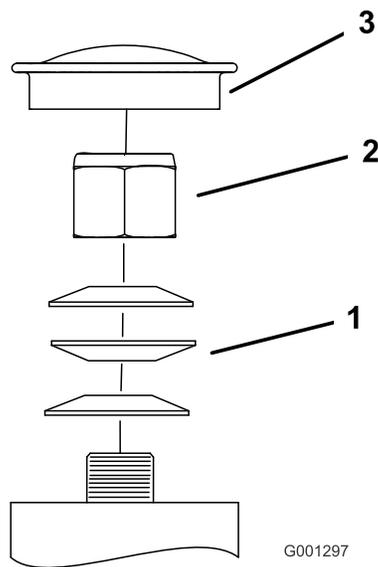

Figure 70
3. Retirez le capuchon antipoussière de la roue pivotante et serrez le contre-écrou (Figure 70).
4. Continuez de serrer le contre-écrou jusqu'à ce que les rondelles élastiques soient aplaties, puis desserrez-le de 1/4 de tour pour obtenir la précharge correcte des roulements (Figure 70).
**Important:** Veillez à placer les rondelles élastiques comme illustré à la Figure 70.
5. Remettez le capuchon antipoussière en place (Figure 70).